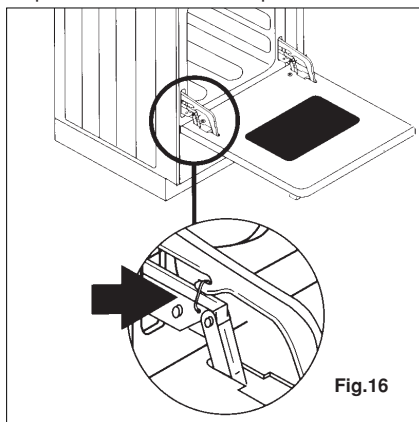

Fig.16
- Abaissez-la. N'oubliez pas de le faire sur les deux charnières avant de passer à l'étape suivante (Fig.16).